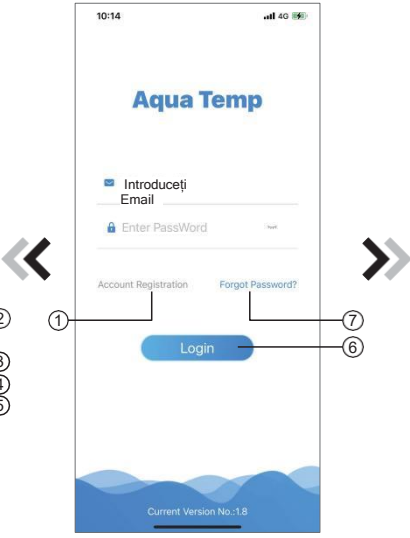

Fig.1 Interfața de conectare
1. Înregistrare cont: Pentru a înregistra un cont, faceți clic ① (Fig.1) pentru a accesa interfața de înregistrare a contului,
2. Conectare: Urmăriți instrucțiunile de pe pagină (Fig.1), introduceți adresa de email și parola înregistrate,
⑥ faceți clic și accesați lista de dispozitive;
3. Parolă uitată: Dacă ați uitat parola, faceți clic ⑦ (Fig.1), a accesați interfața pentru Parola uitată